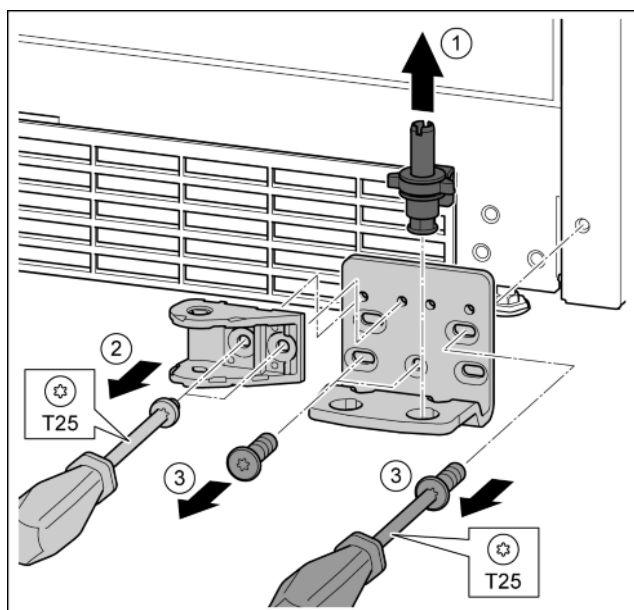

Fig. 33
- ▶ Опорный палец полностью извлечь движением вверх. *Fig. 33 (1)*
- ▶ Открутить винты отверткой T25 и снять соединительный элемент амортизатора закрывания дверей. *Fig. 33 (2)*
- ▶ Открутить винты отверткой T25 и снять опорный кронштейн. *Fig. 33 (3)*